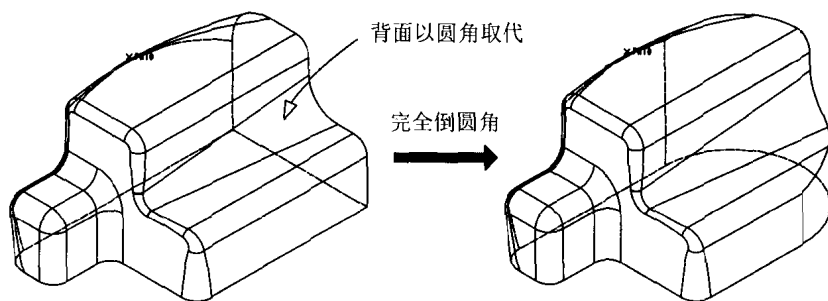

图 1.6
- ◆ **Full Round(完全倒圆角)**: 将选定的面以圆角面取代(见图 1.6)。